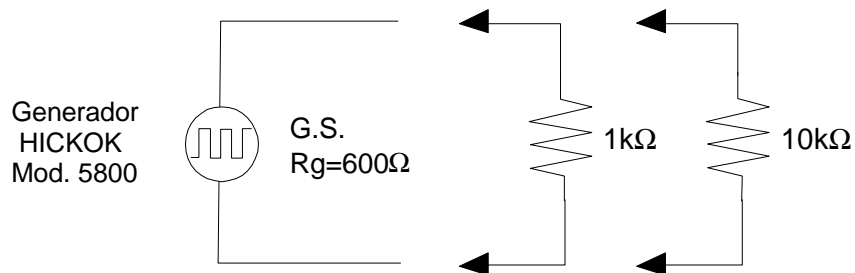

Figura 2.3
5. En el circuito de la figura 2.3, el generador de señales tiene a la salida una señal de onda cuadrada con frecuencia de 1kHz. Sobre una carga $R_L = 1,5k\Omega$, se tomaron las siguientes medidas:
Armar el circuito de la figura 2.3, y ajustar el generador de señales hasta obtener a la salida (sin carga) una onda sinusoidal con frecuencia 1kHz, 10Vpp y nivel DC igual cero. Conectar cada una de las resistencias de carga entre los bornes a y b para medir y visualizar la forma de onda obtenida en cada uno de los casos. Dibujar la señal observada, con las escalas usadas para el canal vertical y la base de tiempo; indique los valores Vpp, Vdc y período de la señal. Repita el procedimiento colocándole un nivel DC=Vp.